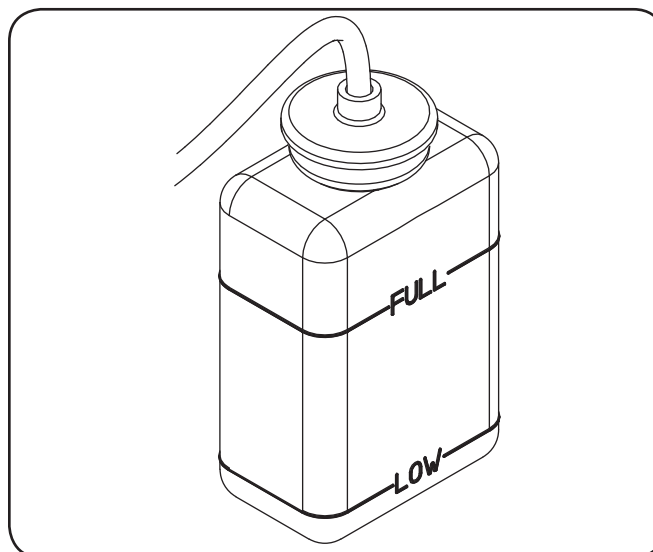

Figure 5-2
3. Si le niveau de liquide est sous le repère LOW (bas), retirez le bouchon du réservoir et ajoutez du liquide de refroidissement jusqu'au repère FULL (plein). Voir Figure 5-2.